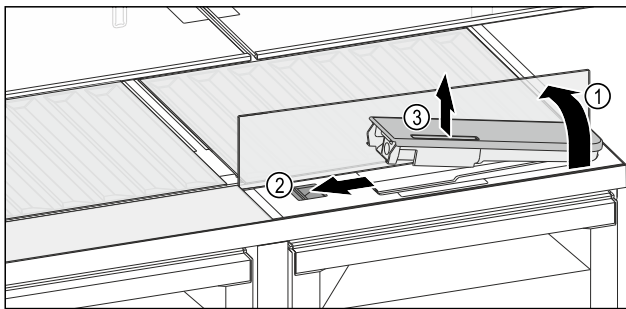

Fig. 137
- ▶ Glasplatte anheben und bis zum Anschlag nach hinten klappen Fig. 137 (1).
- ▶ Schieber Fig. 137 (2) nach links schieben.
- ▶ Wassertank entnehmen Fig. 137 (3).